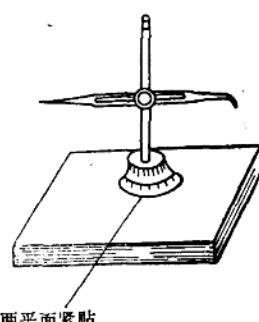

图 1—45
4. 划线时，划针的移动方向要与工件表面之间保持 $40^{\circ} \sim 60^{\circ}$ 夹角（如图1—46所示），以减小划线阻力及防止划针尖扎入工件表面。